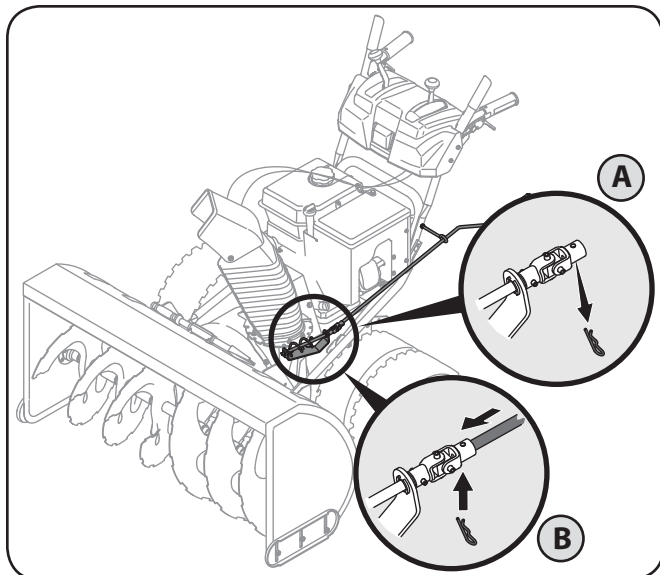

Figura 3-4
1. Retire el broche de horquilla del control espiral como se muestra en la A y Figura 3-4.
2. Inserte la varilla de control direccional del canal dentro del accesorio sobre el control espiral como se ve en la B y Figura 3-4.